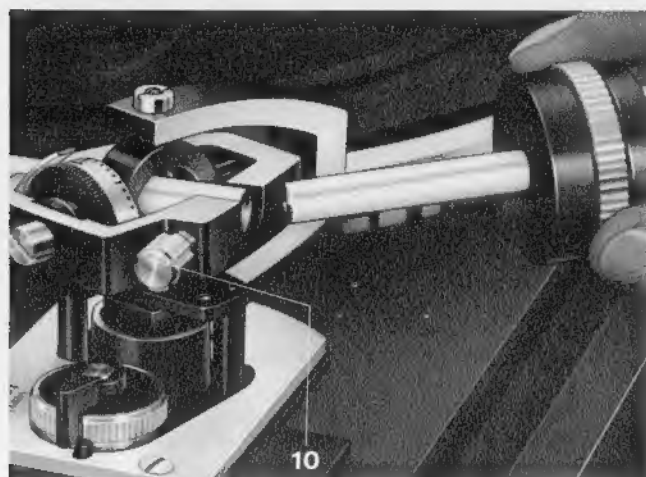

Fig. 3
Nehmen Sie bitte das Tonarm-Balancegewicht aus dem Styroporeinsatz und stecken Sie den Dorn des Balancegewichtes, nach Lösen der Feststellschraube (10), in die dafür vorgesehene Öffnung am hinteren Ende des Tonarmes. Die dreikantförmige Aussparung am Dorn muß dabei nach unten zeigen (Fig. 3).
Take the tonearm counterbalance out of its styrofoam insert. Loosen the setscrew (10) at the rear of the tonearm, and insert the shaft of the counterbalance in the opening provided for this purpose. The triangular-shaped notch of the shaft must point in downward direction (Fig. 3).
Placer alors le plateau directement sur le moteur. Retirer le contrepoids du bras de l'emballage de styropor, et introduisez la tige du contre-poids, après avoir desserré la vis de blocage (10), dans l'ouverture prévue à cet effet à l'extrémité arrière du bras de lecture. L'encoche triangulaire de la tige doit alors être tournée vers le bas (fig. 3).
Steek de doorn van het gewicht, na losmaken van de borgingsschroef (10) achter de naald-drukinstelling-, achter in de toonarm. De uitsparing in de doorn moet aan de onderzijde zitten (fig. 3).
Coloque ahora el platillo giradiscos sobre el motor. Saque el contrapeso del brazo de la pieza de embalaje de stiropor e introduzca la espiga del contrapeso en el orificio correspondiente del extremo del brazo, después de haber aflojado el tornillo de fijación (10). Al introducir el contrapeso deberá procurar que la muesca triangular de la espiga señale hacia abajo (Fig. 3).